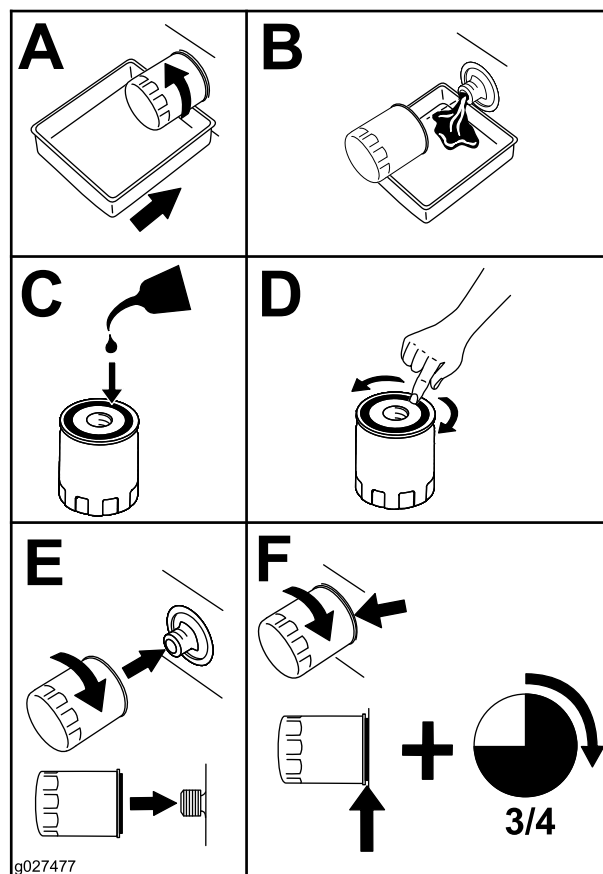

Figura 69
6. Sustituya el filtro de aceite del motor tal y como se muestra en la Figura 69.